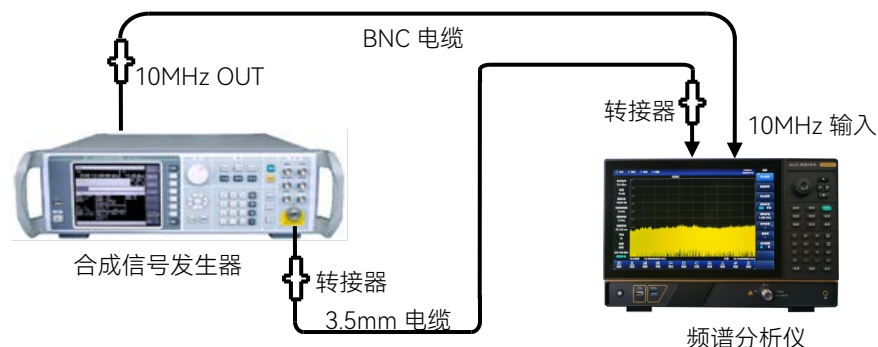

图 15.13 镜像、多重和带外响应测试设置
1) 如图 15.13 连接测试仪器, 合成信号源 1464 为频谱分析仪提供频率参考;